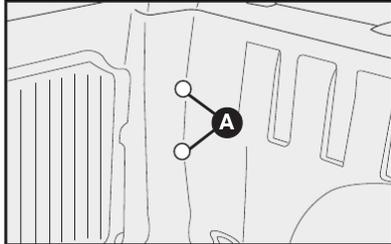

fig. 29
1) remover as tampas de borracha **A-fig. 29**, para ter acesso aos parafusos de fixação da lanterna.
Está localizada junto à bateria. Para acesso aos fusíveis, soltar a trava **A**-fig. 29, puxar a tampa para cima no sentido da seta e abrir a caixa.